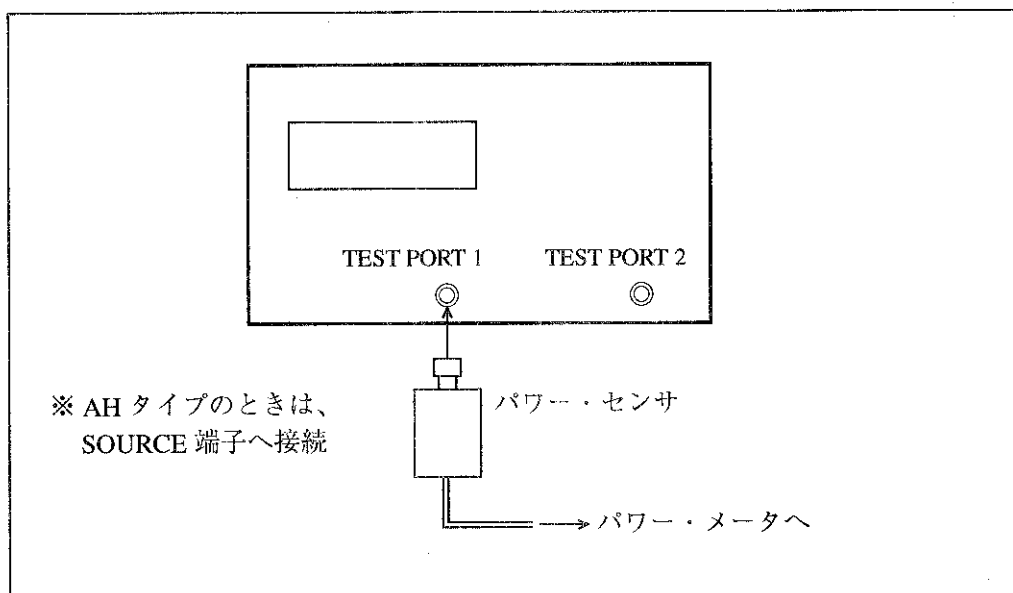

図 7-3 出力レベル・リニアリティ
- ③ 図 7-3 のようにパワー・センサを出力端子に接続して下さい。